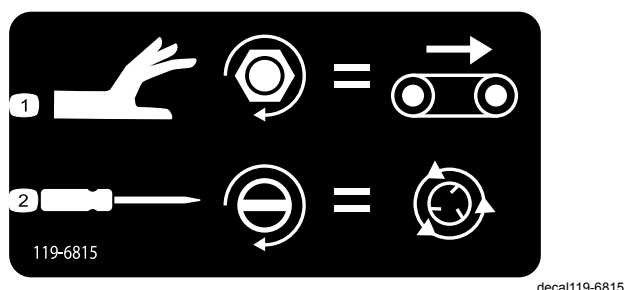

Figure 44
- Pour régler la vitesse de la bande transporteuse (Figure 44), tournez le bouton dans le sens horaire. La vitesse maximale de la bande transporteuse est utilisée dans le système à code couleur ; ce réglage peut ainsi être fait sans débit hydraulique. Cela est particulièrement pertinent lorsque la benne est pleine de sable.
- Pour régler la vitesse des distributeurs (Figure 44), utilisez un tournevis à lame plate pour tourner la commande dans le sens horaire pour augmenter la vitesse ou dans le sens antihoraire pour réduire la vitesse.